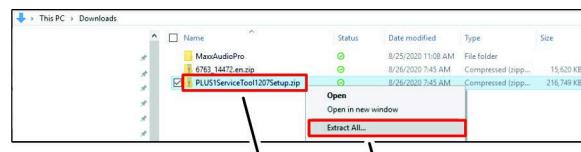

Bild 19
1. Öffnen Sie das Download-Verzeichnis auf Ihrem Laptop und klicken Sie mit der rechten Maustaste auf die Verknüpfung PLUS1ServiceTool1207Setup.zip Datei und klicken Sie auf die Alle extrahieren... Verknüpfung im Dropdown-Menü (Bild 19).